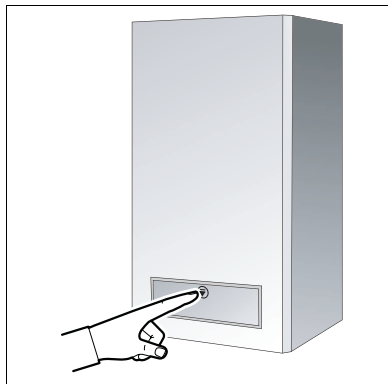

Fig. 5 Åbning af lågen
- Lågen på forsiden af kedlen åbnes ved at trykke på symbolet øverst på lågen (fig. 5).
- Lågen på forsiden af gaskedlen åbnes (fig. 5).